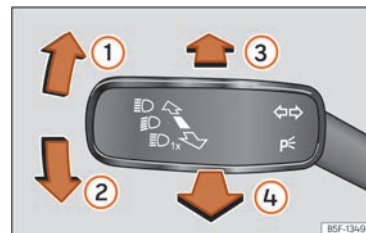

Abb. 84 Blinker- und Fernlichthebel.
- Drücken Sie den Blinker- und Fernlichthebel aus der Ausgangsstellung nach vorne »» (Abb. 84) .
- **ODER:** Ziehen Sie bei eingeschaltetem Fernlichtassistenten den Blinker- und Fernlichthebel nach hinten »» (Abb. 84) .